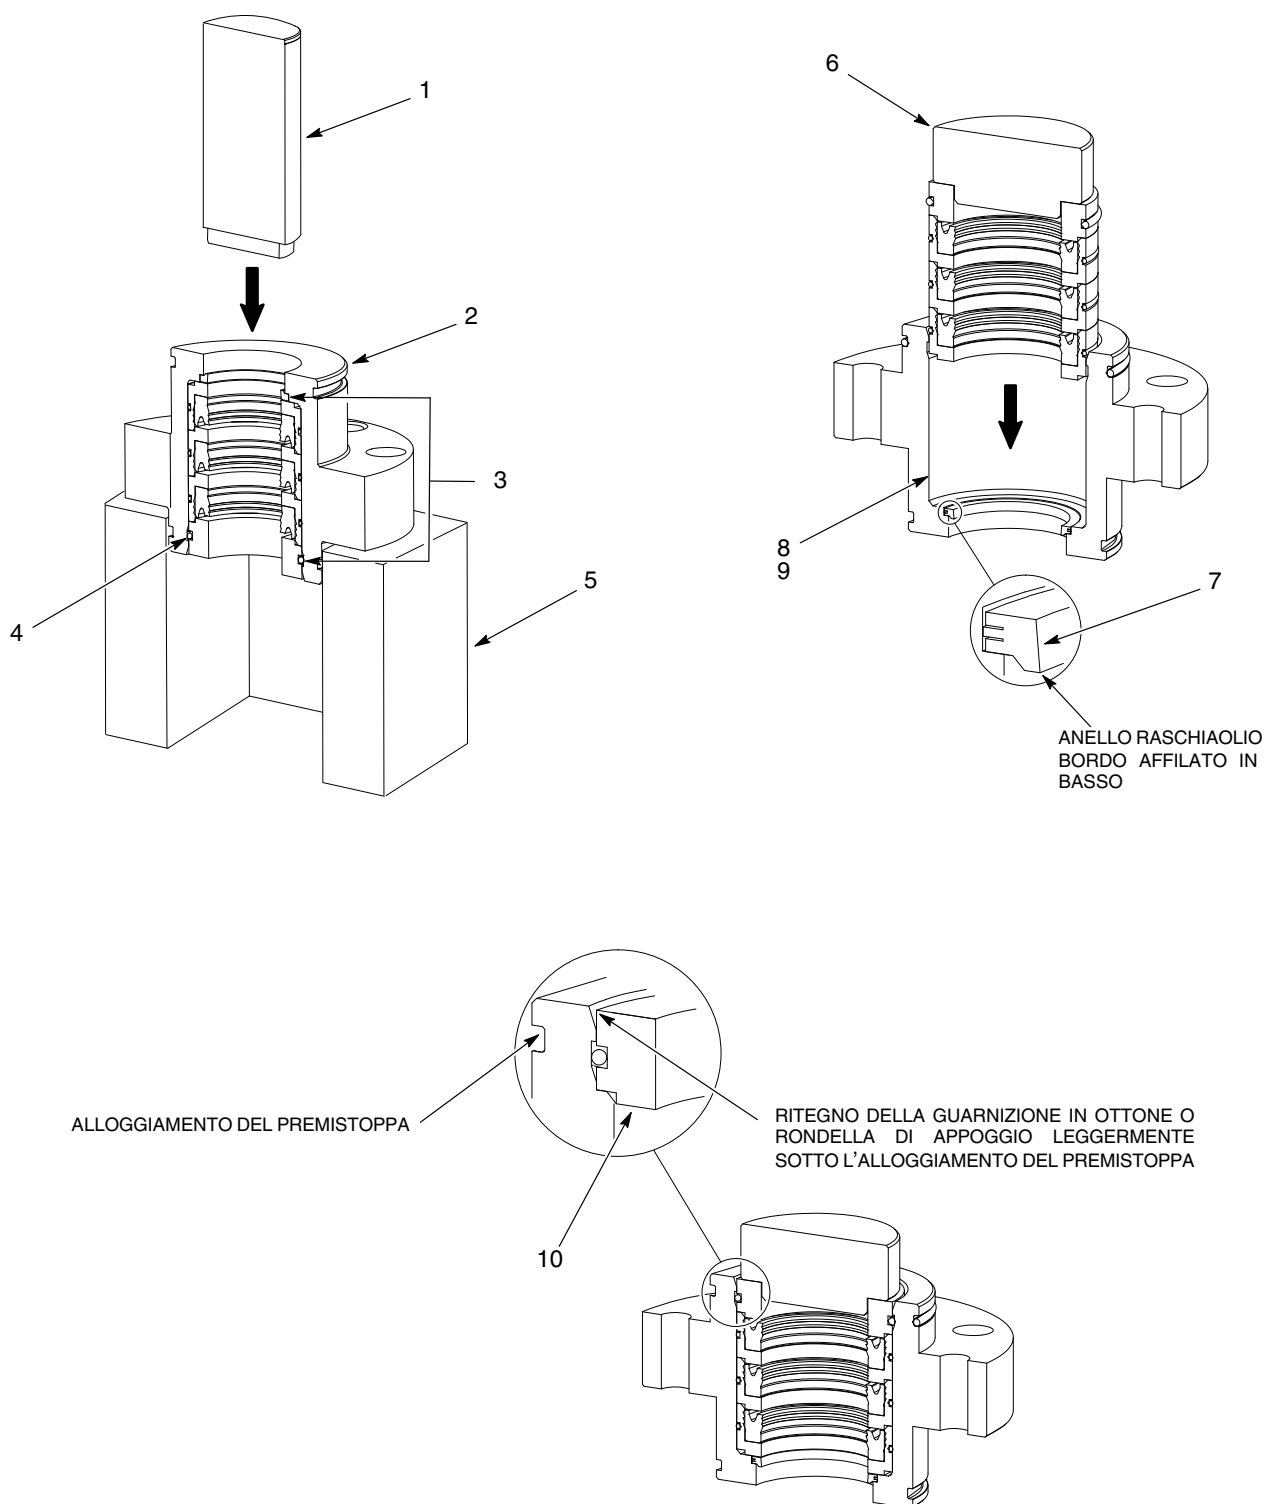

Figura 6 Tipica sostituzione dei pezzi interni del premistoppa
Il premistoppa della sezione idraulica standard è illustrato nella figura 6. Questa procedura è tipica per il premistoppa della sezione idraulica riscaldata. Le sole differenze sono i pezzi. Il premistoppa della sezione idraulica riscaldata è dotato di un anello di ritenuta e di una rondella di appoggio al posto di un anello raschiaolio e di un ritegno della guarnizione d'ottone.
1. Vedi figura 6. Posizionare l'alloggiamento del premistoppa (2) su un dispositivo di montaggio (5) con l'estremità della coppa del solvente che guarda verso l'alto.